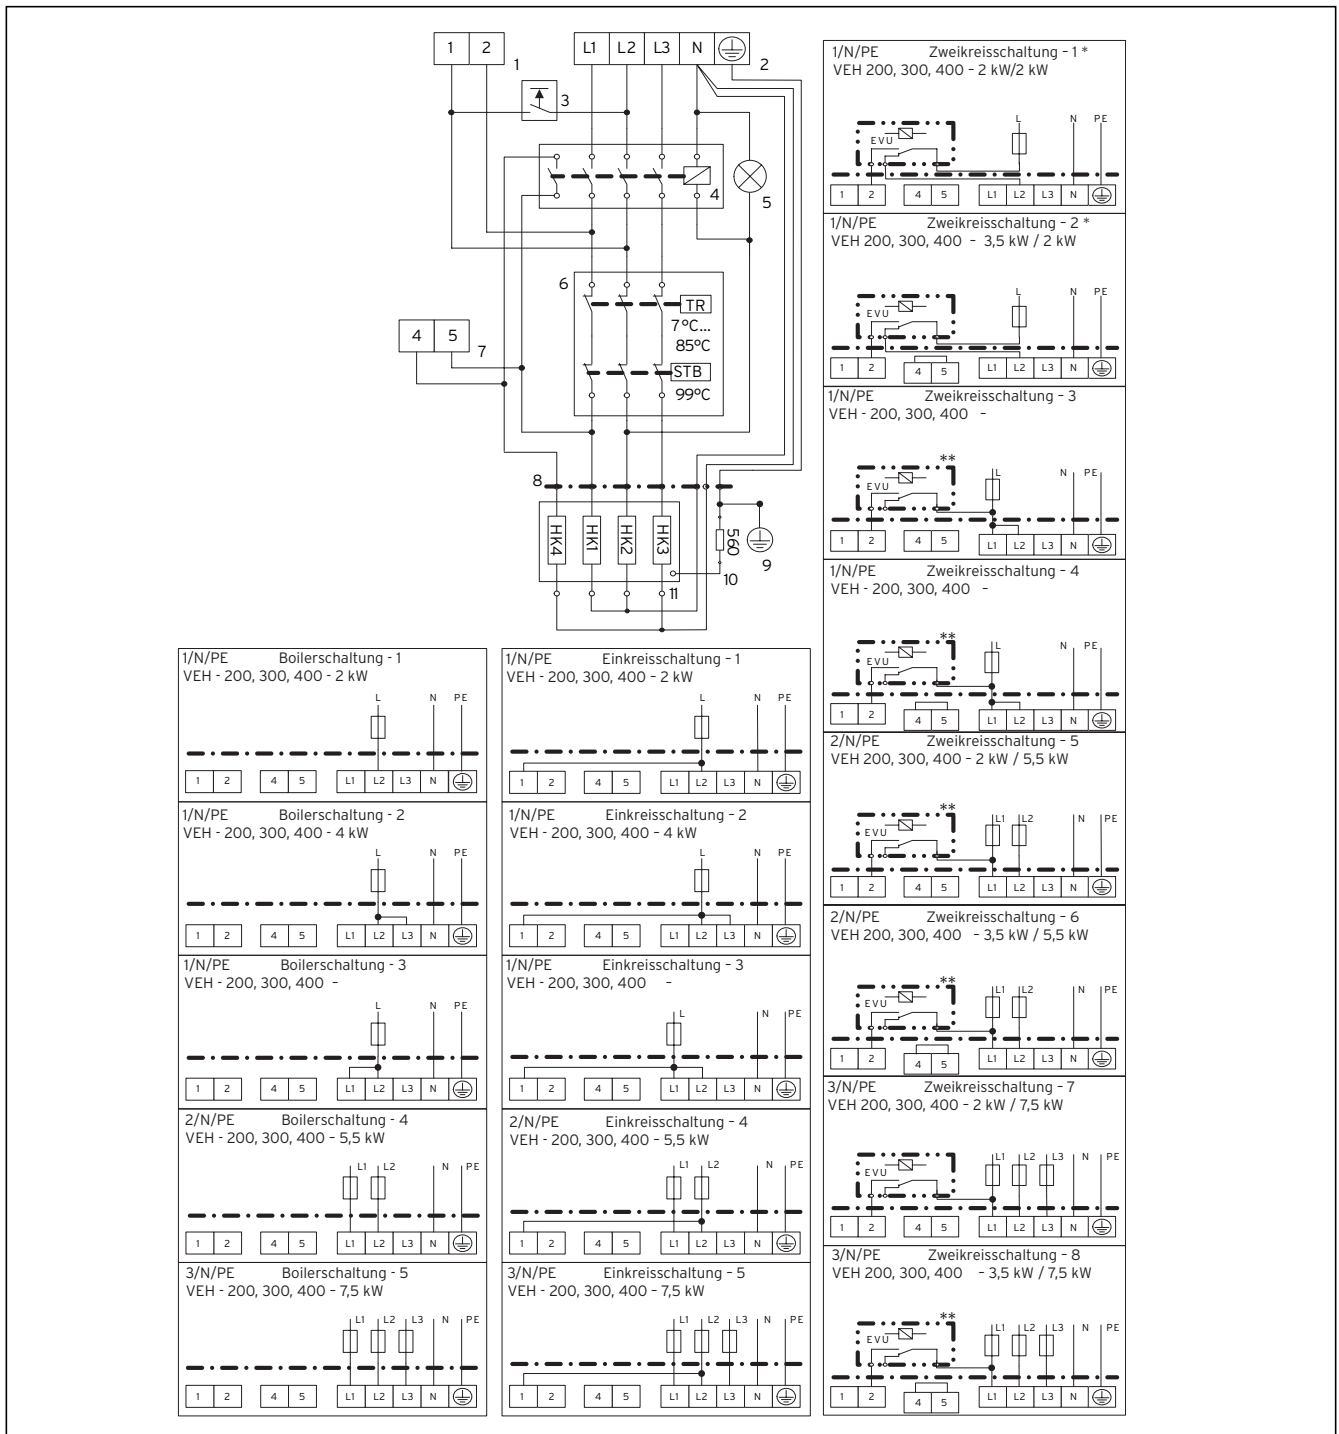

Abb. 8.1 Schaltschema Übersicht eloSTOR
- Nehmen Sie die Anschlussverdrahtung für die in der Tabelle 8.1 angegebenen Leistungen entsprechend den zugehörigen Schaltschemata in Abb. 8.1 und den Abb. 8.2 bis Abb. 8.4 vor.
**Beachten sie das Schaltschema (siehe Abb. 8.1). Für die Einkreissschaltung ist eine Brücke (1,5 mm2) zwischen L2 und Klemme 1 erforderlich. Für die Zweikreissschaltung setzen Sie das Steuerkabel an die Klemme 2. Bei Boilerschaltung werden keine Steuerleitungen benötigt.**